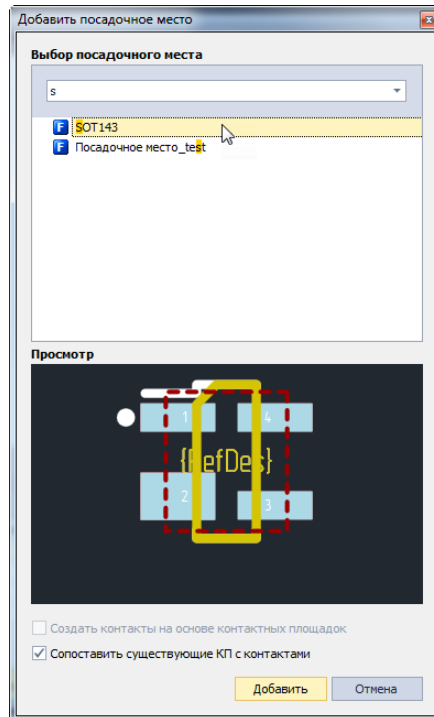

Рис. 262 Окно «Использовать посадочное место»
3. Выберите необходимое посадочное место из списка, представленного в отобразившемся на экране окне «Использовать посадочное место», см. Рис. 262.